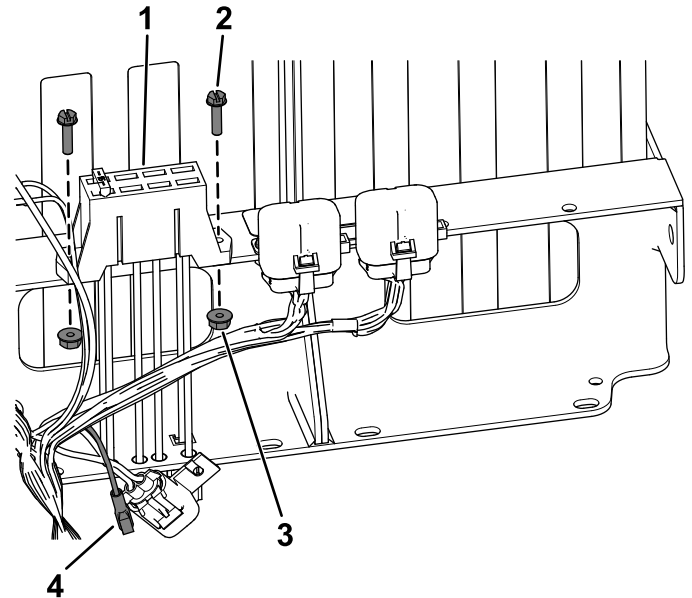

Figura 18
- Per le macchine 2019 e successive, fissate il nuovo portafusibili utilizzando le 2 viti a testa esagonale con rondella (n. 10 x 3/4") e 2 dadi scanalati (n. 10), come illustrato nella Figura 18.
- Per le macchine 2019 e successive, collegate il connettore femmina sul cablaggio al nuovo portafusibili (Figura 18).